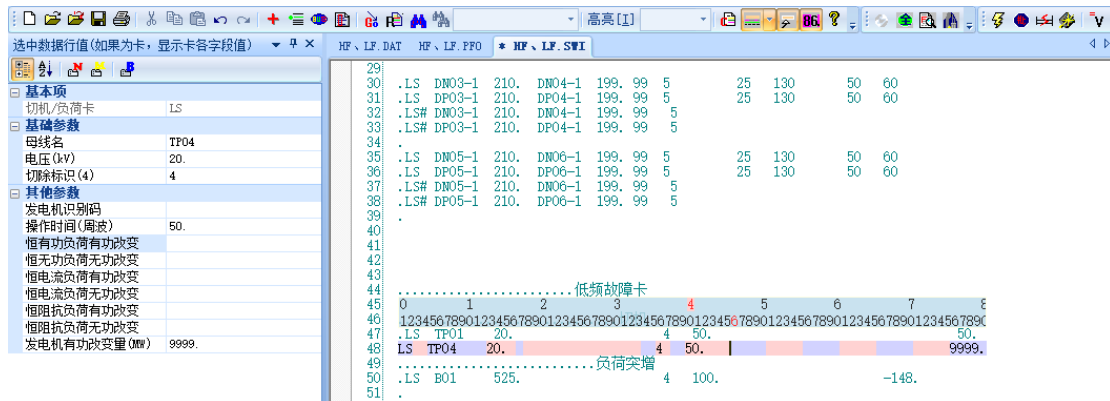

图 6 设置故障
1) 利用 PSDEdit 打开 HF、LF.swi 文件, 如图 6 所示。通过 LS 卡设置故障, 算例默认故障为发电机 TP04 在第 50 周波发生掉机故障, FF 卡可设置仿真步长和时长, B 卡可设置所需元件的变量输出。